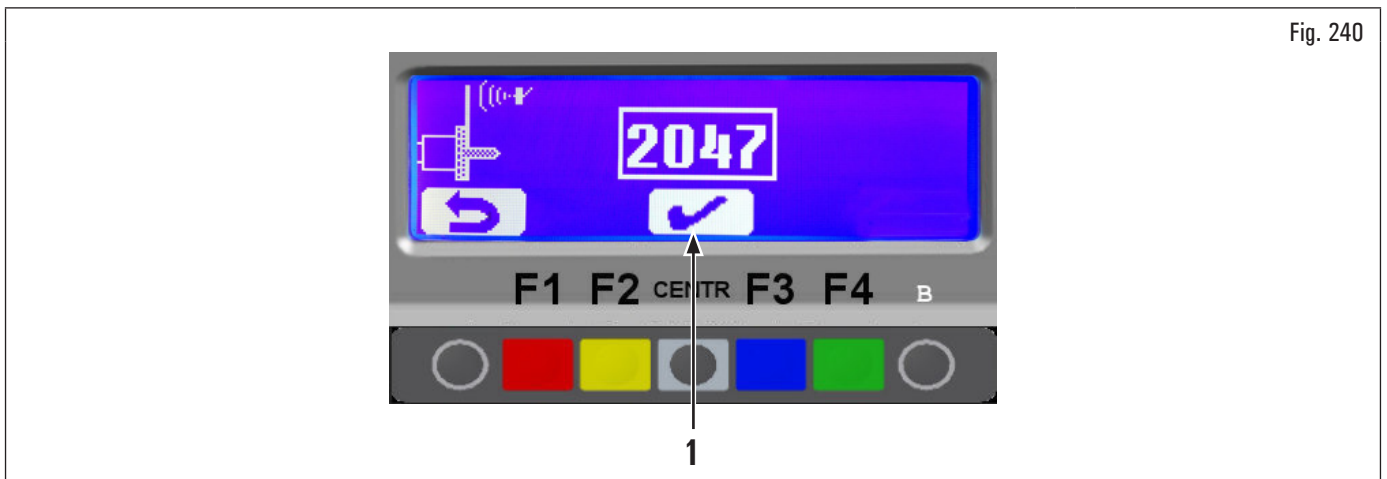

Fig. 240
Pulsar la tecla "CENTR"  (Fig. 240 ref. 1) para confirmar la medida; el calibrado del medidor de anchura llanta se terminó.